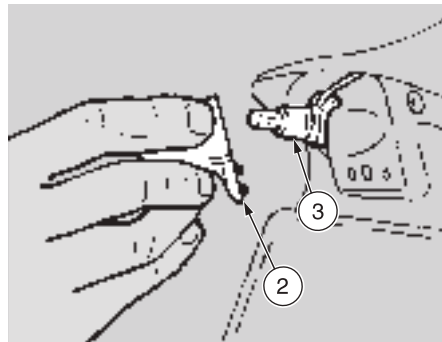

Fig. 57
- ◆ Desmonte el grupo luz (2-Fig. 57).
- ◆ Extraiga el casquillo portalámparas (3-Fig. 57).